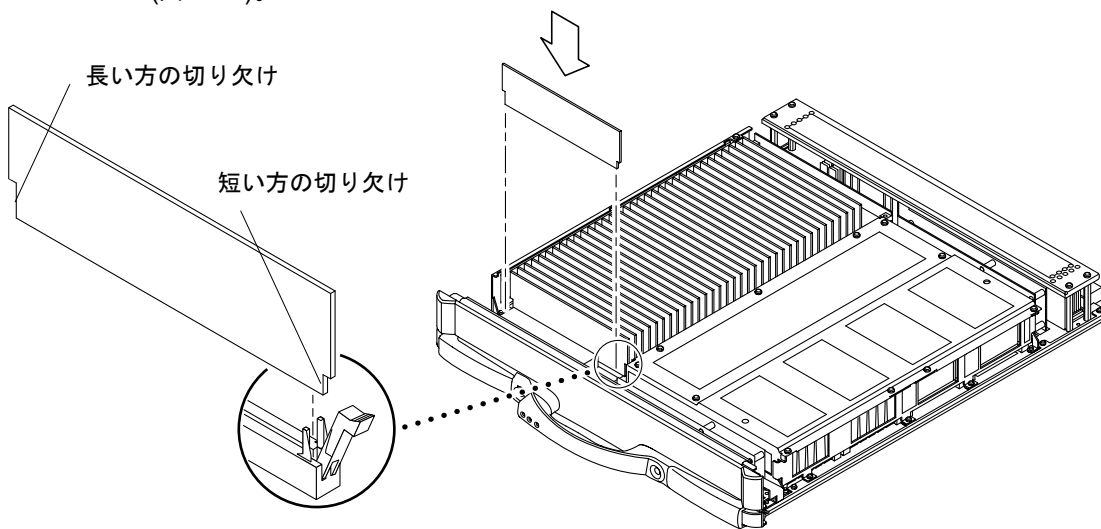

図 8-11 DIMM の取り付け
6. DIMM の上端に親指を当て、DIMM をコネクタにしっかりと押し込みます (図 8-11)。